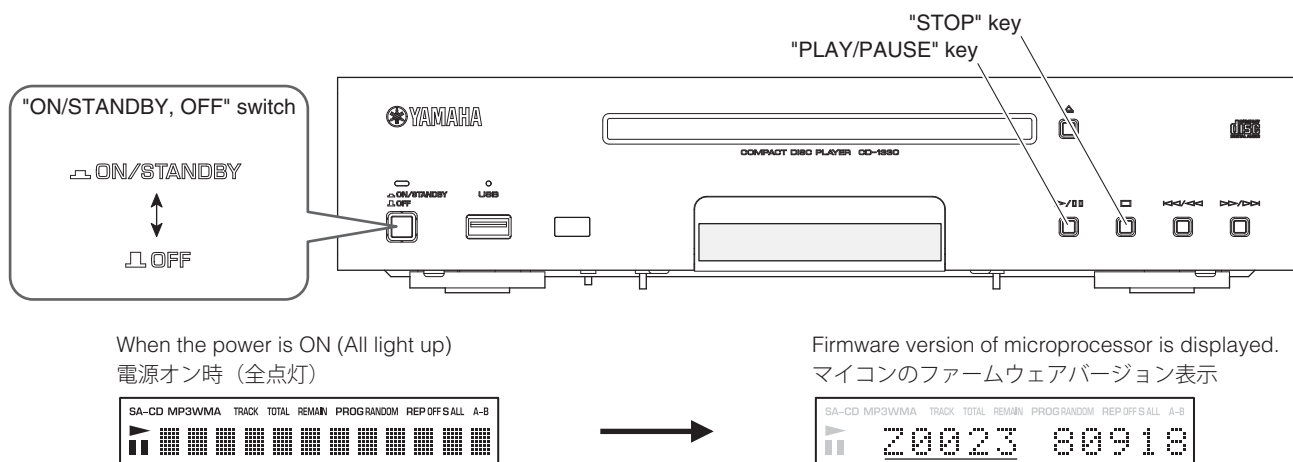

Fig. 1
1. While pressing the "PLAY/PAUSE" and "STOP" keys, press the "ON/STANDBY, OFF" switch of this unit to turn on the power, and then release these 2 keys. (Fig. 1)
The firmware version is displayed. (Fig. 1)
1. 本機の "PLAY/PAUSE" キーと "STOP" キーを押しながら、"ON/STANDBY, OFF" スイッチを押して電源を入れ、これら2つのキーを放します。(Fig. 1)
ファームウェアバージョンが表示されます。(Fig. 1)